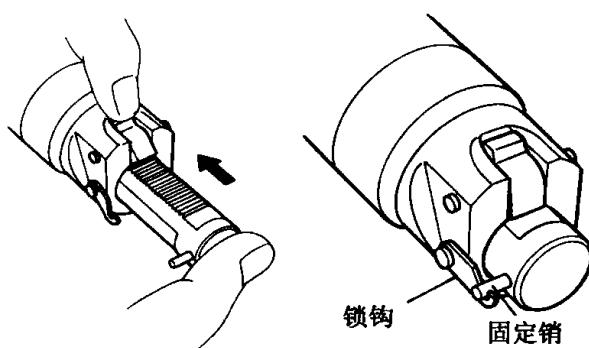
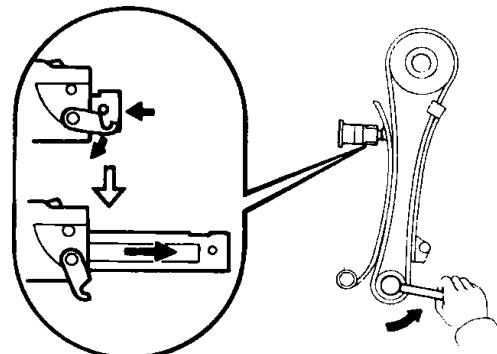

图 1-1-16 链条紧张器安装
图 1-1-17 设定链条张力
①见图 1-1-16, 松开棘爪将齿杆完全推入, 并将锁钩套到固定销上, 使齿杆不能弹出。
②用两个螺母装上链条张紧器和新的垫片。如果在安装链条张紧器时齿杆弹出, 则在重新安装张紧器之前应先重复第①步的操作。
③见图 1-1-17, 向左转动曲轴, 使链条张紧器的锁钩从齿杆的固定销上脱开, 这样,